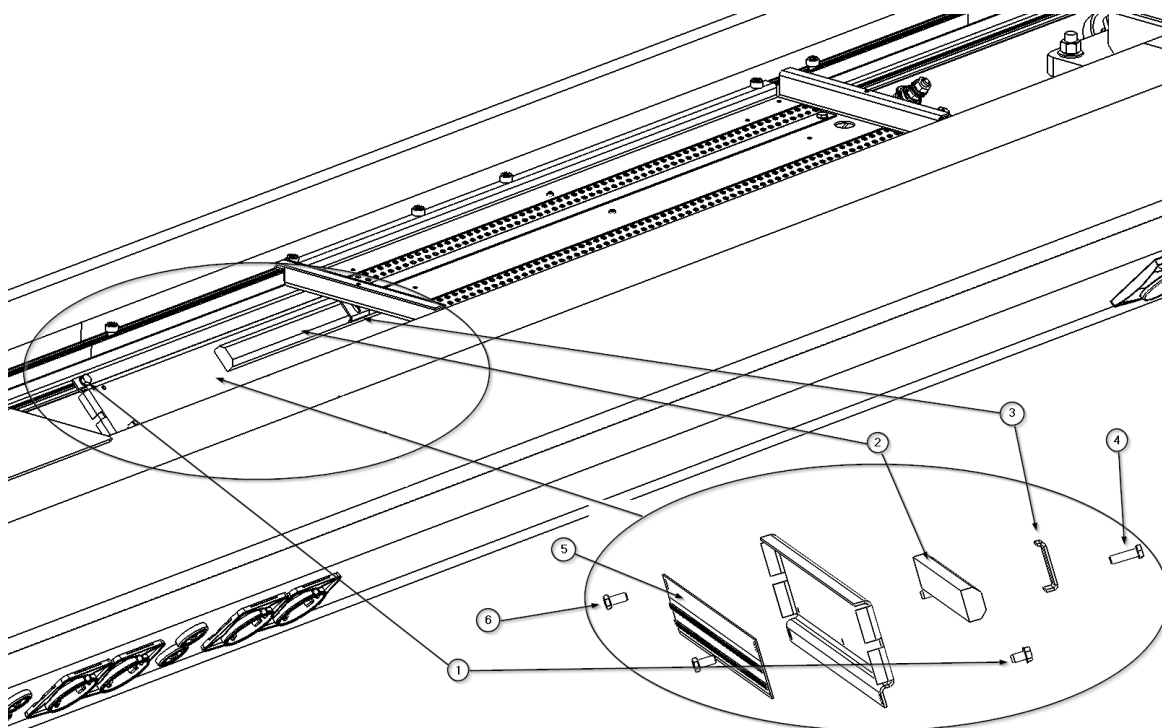

Fig.5 Substitution de la lumière directe
- Pour augmenter la force de freinage sur l'axe de rotation, tournez le levier du frein de rotation dans le sens des aiguilles d'une montre, comme indiqué dans la figure 5.
- Pour réduire la force de freinage sur l'arbre en rotation, tournez le levier du frein de rotation dans le sens inverse des aiguilles d'une montre, dans la direction opposée à celle indiquée dans la figure 5.
- Pour augmenter la force de freinage sur l'arbre d'entraînement, tournez le levier du frein de rotation dans le sens des aiguilles d'une montre, comme indiqué dans la figure 5.
- Pour réduire la force de freinage sur l'arbre d'entraînement, tournez le levier du frein de rotation dans le sens inverse des aiguilles d'une montre, dans la direction opposée à celle indiquée dans la figure 5.